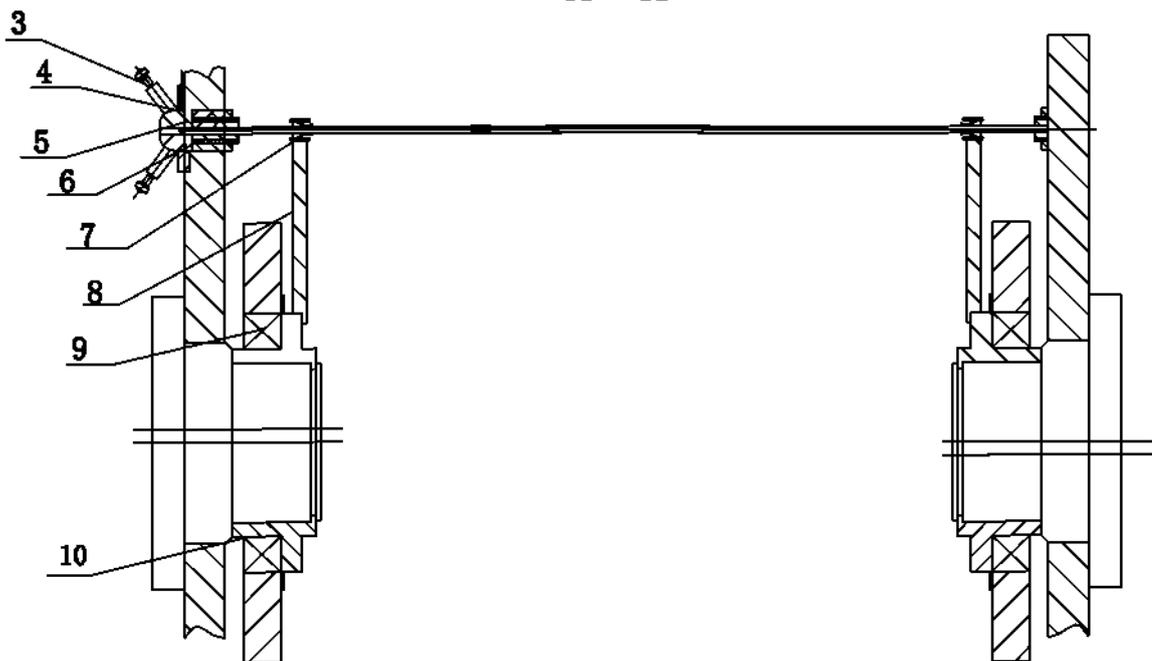

Рисунок 3. Регулировка зазора между верхней ножевой балкой и кромкой ножа
При регулировке зазора (см. Рис. 3) ослабьте зажимные винты (3), поверните рукоятку на нужную градуировку. Затем зажмите винты (3). Шаровой кран используется для калибровки равномерности зазора между кромками ножа. Подробный способ: Запустите машину, чтобы нож двигался вниз к нижней мертвой точке. Поверните шаровой клапан быстро, чтобы он закрыл путь подачи масла, и верхняя ножевая балка остановилась в нижней мертвой точке. Затем немного и плавно поверните шаровой клапан таким образом, чтобы верхняя ножевая балка постепенно двигалась вверх в течение всего хода. Цель – измерить зазор между кромками ножей в разных точках и проверить его равномерность.